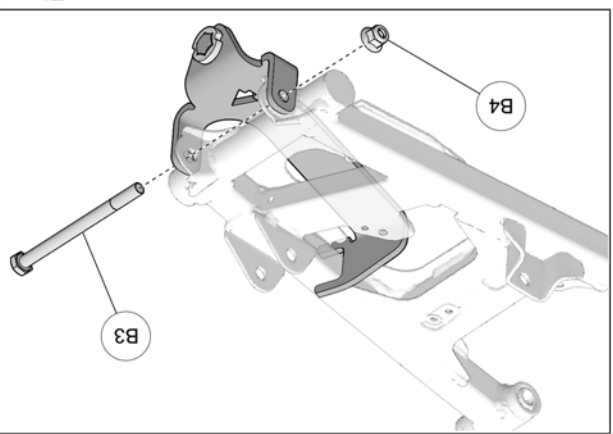

Fig. 9
8. Insérer le nouveau boulon M10x140mm (B3) à travers l'ancrage, le bras de suspension et le moyeu de roue. Fixer le boulon avec l'écrou M10 (B4) fourni. Serrer l'écrou à un couple de 50 N•m [37 lb•ft]. Voir la Fig. 9